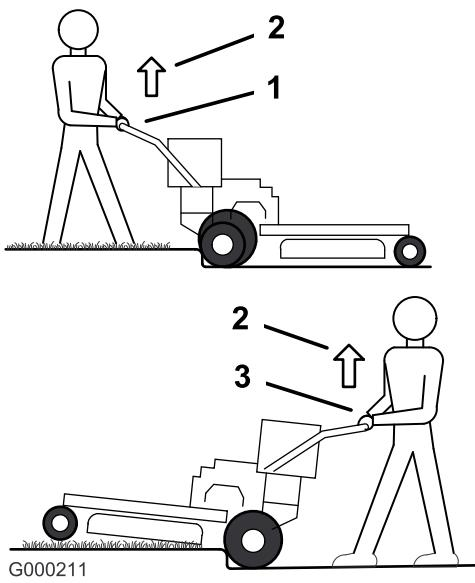

Figura 10
3. Conduzca la máquina hasta que las ruedas giratorias toquen el bordillo (Figura 10).
4. Levante la parte delantera de la máquina empujando hacia abajo en el manillar (Figura 10).
5. Haga avanzar la máquina hasta que las ruedas de tracción toquen el bordillo (Figura 10).
6. Baje la parte delantera de la máquina (Figura 10).
7. Al mismo tiempo, engrane la barra de control inferior y levante el manillar inferior para conducir la máquina por el bordillo (Figura 9 y Figura 10).
3. Haga retroceder la máquina hasta que las ruedas de tracción toquen el bordillo (Figura 10).